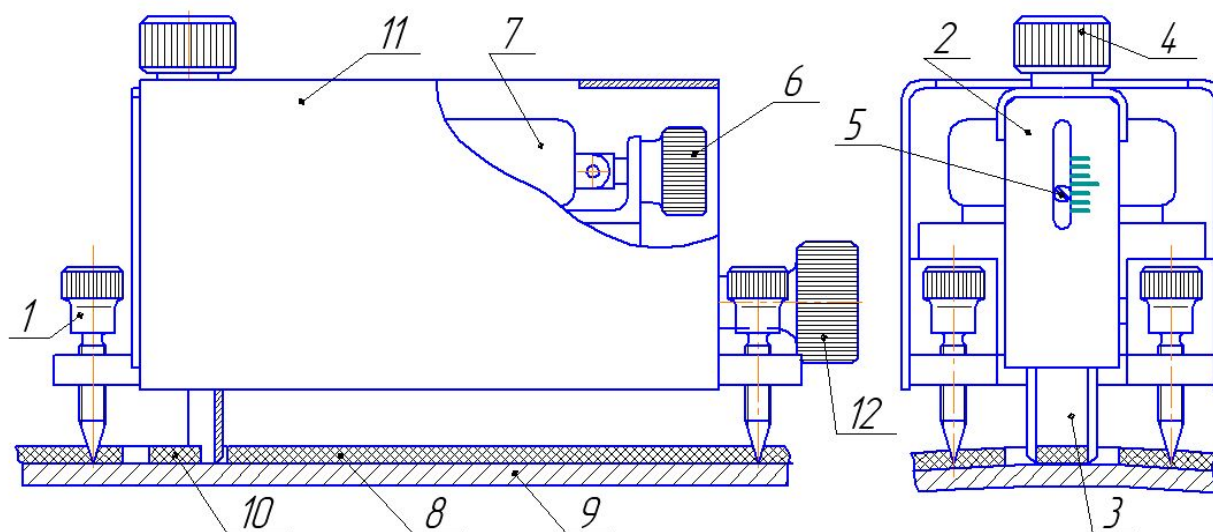

Рис.8
1). В основание адгезиметра винчивают все четыре шипа 1 (рис.8).
2). Устанавливают в корпусе 2 скребок 3, соответствующий форме вырезанного образца битумного покрытия: скребок с прямолинейной кромкой – для квадратного образца; скребок с полукруглой кромкой (показан на рис.8) – для круглого образца.